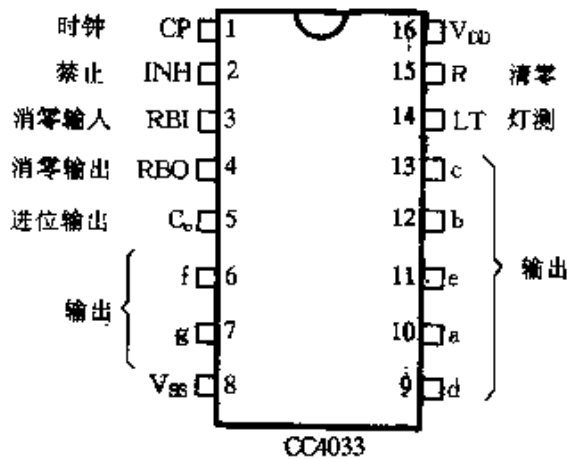

图 2-387
⑮ 图 2-387 所示为十进制计数/7 段译码器 CC4033 引脚